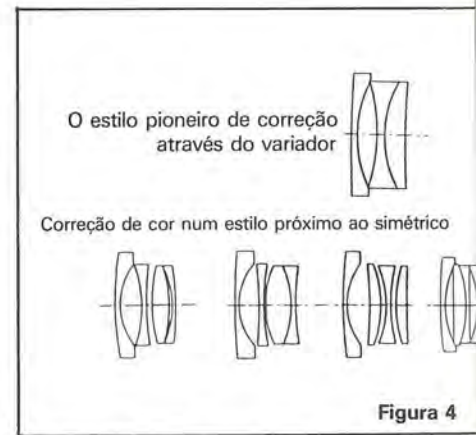

Figura 4
**Lentes zoom** • Em uma lente zoom, a aberração cromática do grupo de lentes interno móvel deve também ser corrigida no ponto focal e no ponto principal. Anteriormente, especialmente com o variador, uma poderosa lente côncava era colocada na parte frontal, e uma lente convexa era colocada por trás para correção de aberrações cromáticas. Uma vez que esta modalidade de correção era do tipo assimétrico, o ponto principal diferia de acordo com o comprimento de onda, provocando aberrações cromáticas laterais. Nos mais recentes projetos de lentes para câmeras CCD, a aberração cromática lateral é minimizada utilizando-se métodos de correção quase-simétricos (veja a figura 4).